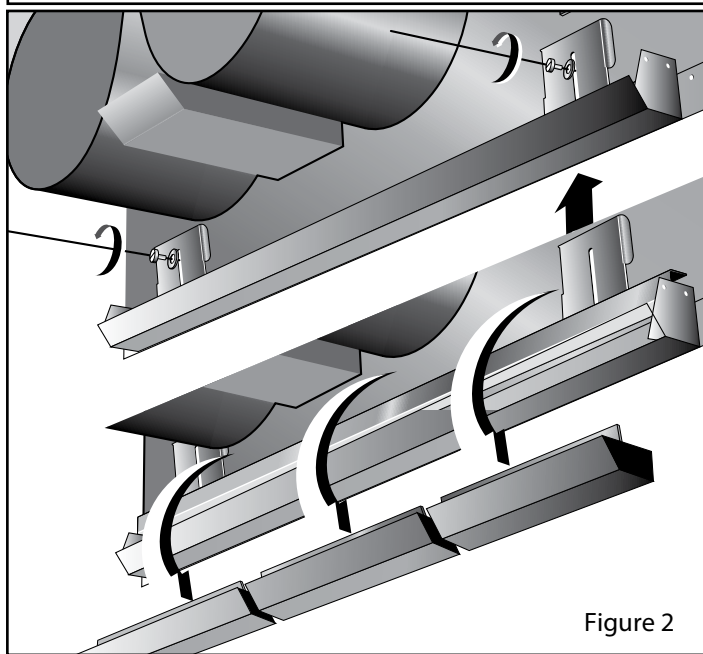

Figure 2
- Dévissez les molettes qui retiennent les languettes de maintien des grilles d'écoulement. **Figure 2.**
- Tenez fermement la grille d'écoulement et soulevez-la délicatement pour le sortir de son rail. **Figure 2.**